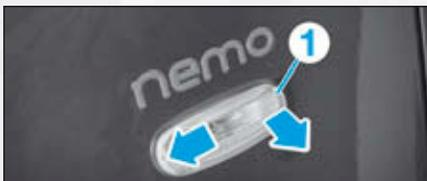

FIG.74
- Dégrafer le répéteur (1) de clignotant (Fig.74).